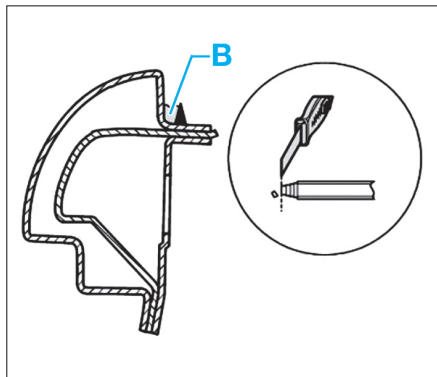

FIG. 82
- Appliquer un cordon de colle mono-composant sur la zone (A).
- Couper la buse pour la cartouche de colle bi-composant, afin d'obtenir la forme de cordon (B) comme illustré (Fig.82).
- Appliquer un cordon de colle comme illustré (Fig.82).